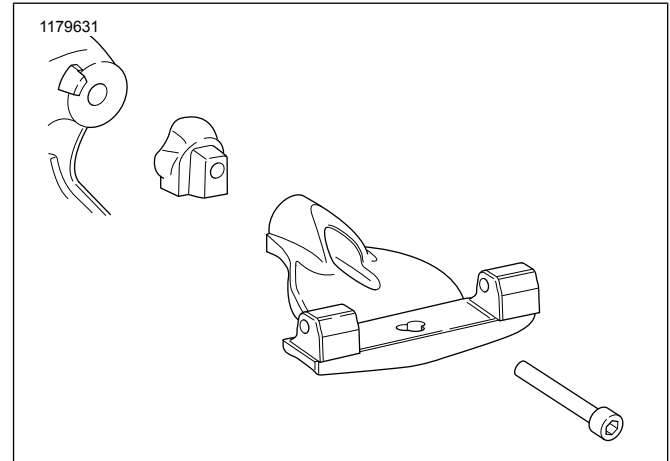
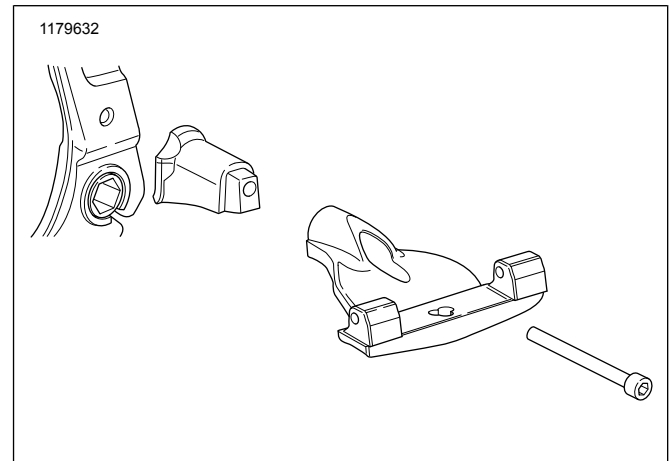

Figura 1. Installazione lato destro: **FXBR/S, FXBB, FLFB/S, FLSL, FXLR**
Figura 2. Installazione lato destro: **FLSB, FLHC, FLDE**
2. Per i modelli **FXBR/S, FXBB, FLFB/S, FLSL e FXLR**, vedere Figura 1. Per i modelli **FLSB, FLHC e FLDE**, vedere Figura 2. Posizionamento del montante della pedana. Applicare il frenafili Loctite 243 alla vite con testa a esagono incassato e inserirlo nel gruppo pedana e attraverso l'adattatore corretto, nonché nel foro di montaggio.